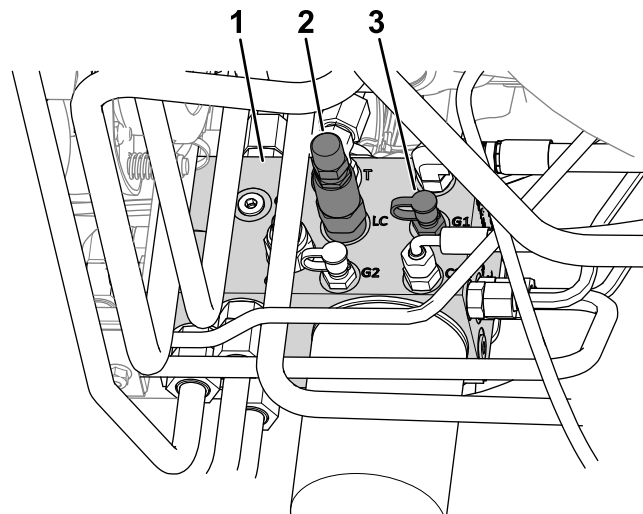

Figura 24
- Collegate un manometro alla porta diagnostica (con l'etichetta G1; fate riferimento a Figura 24).
- Cursore di trasferimento del peso (LC)
- Sul lato del collettore di sollevamento, rimuovete il cappuccio dalla porta diagnostica (con l'etichetta G1; fate riferimento a Figura 24).
- Allentate il controdado all'estremità del cursore di trasferimento peso (con l'etichetta LC; fate riferimento a Figura 24).